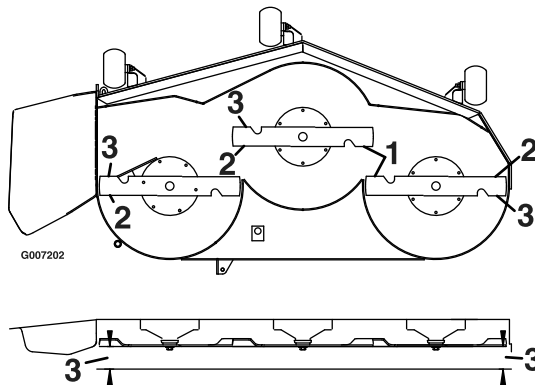

Figura 64
4. Misurate la distanza tra i taglienti esterni e la superficie piatta (Figura 64). Se entrambe le misure non rientrano nella tolleranza di 5 mm, è necessario eseguire una regolazione; passate alla procedura Livellamento.